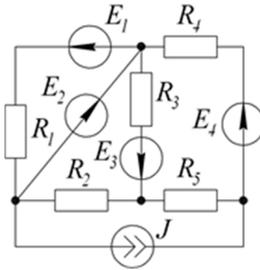

Рис. 37. Расчетная электрическая цепь к задаче 1
**Задача 1.** В заданной электрической цепи (рис. 37) составьте систему уравнений методом контурных токов.